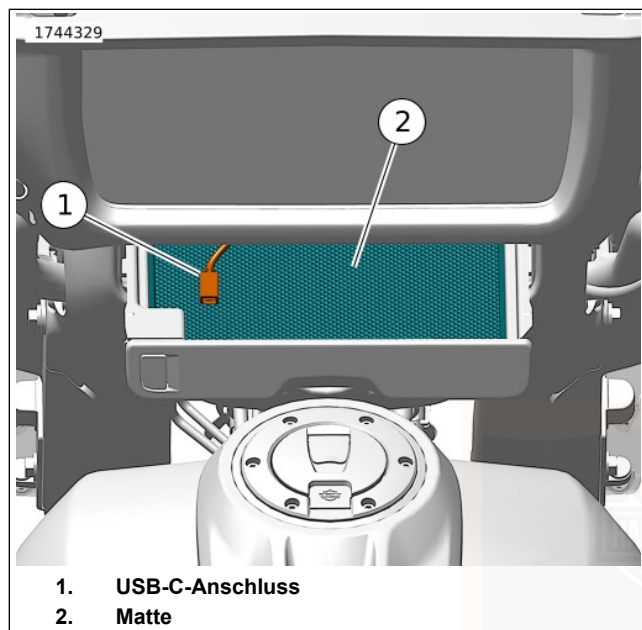

Abbildung 64. Medienfach (offen)
USB- oder Mediengerät anschließen: Siehe Abbildung 64 . Das Gerät mit dem USB-C -Anschluss (1) verbinden. Das Gerät auf die gepolsterte Matte (2) legen. Die Klappe des Fachs schließen.